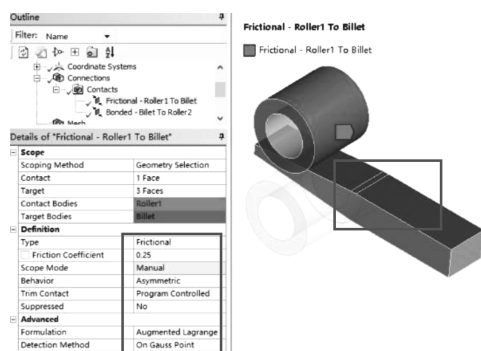

图 2-49 摩擦接触设置
(1) 导航树上右键单击【Connections】→【Rename Based On Definition】, 重新命名目标面与接触面。
(2) 设置轧辊 1 与轧件的接触: 在导航树上展开【Connections】→【Contacts】, 单击【Bonded-Billet To Roller1】→【Details of “Bonded-Billet To Roller1”】→【Scope】→【Contact】: 单击 1Face, 在空白处单击, 单击  选择轧辊外圆表面, 然后单击【Apply】确定; 【Target】: 单击 1Face, 在空白处单击, 单击  选择轧辊对应的轧件表面, 共 3 个表面, 然后单击【Apply】确定; 【Definition】→【Type】= Frictional, 【Frictional Coefficient】= 0.25, 【Behavior】= Asymmetric; 【Advanced】→【Formulation】= Augmented Lagrange, 【Detection Method】= On Gauss Point, 其他默认, 如图 2-49 所示。